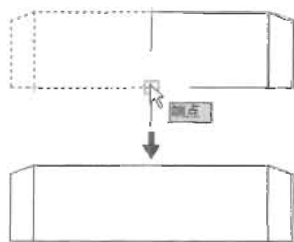

图 4-118
(8) 单击“修改”工具栏中的“镜像”按钮, 把剩下的图形镜像复制一份, 如图 4-118 所示, 命令执行过程如下。